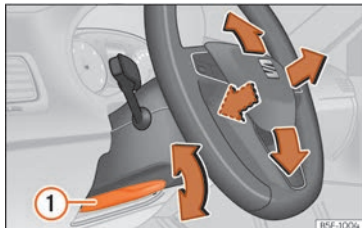

Fig. 24 Palanca en la parte inferior del lateral izquierdo de la columna de dirección.
- Ajustar la posición del volante: tire de la palanca » **fig. 24** ① hacia abajo, mueva el vo-